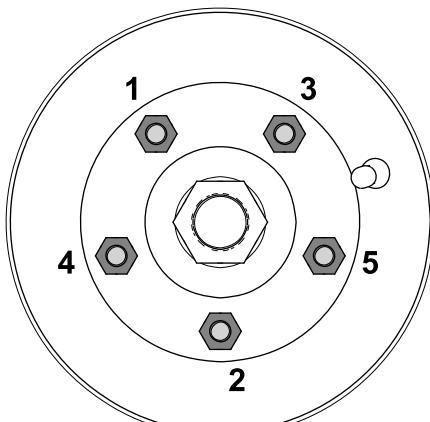

Bild 84
3. Ziehen Sie die Radmuttern bis auf 88-115 N·m in der folgenden Reihenfolge an (Bild 84).